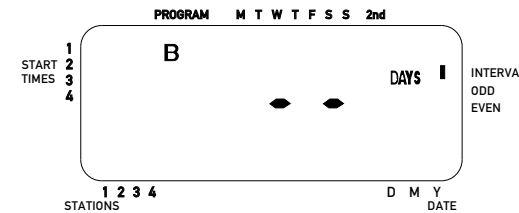

Figura 7: Display a cristalli liquidi con intervalli d'irrigazione
- Ruotare il quadrante circolare su **WATERING INTERVAL (INTERVALLO D'IRRIGAZIONE)**. Il cursore lampeggerà sul lato sinistro della parola Interval. [vedi Figura 7]